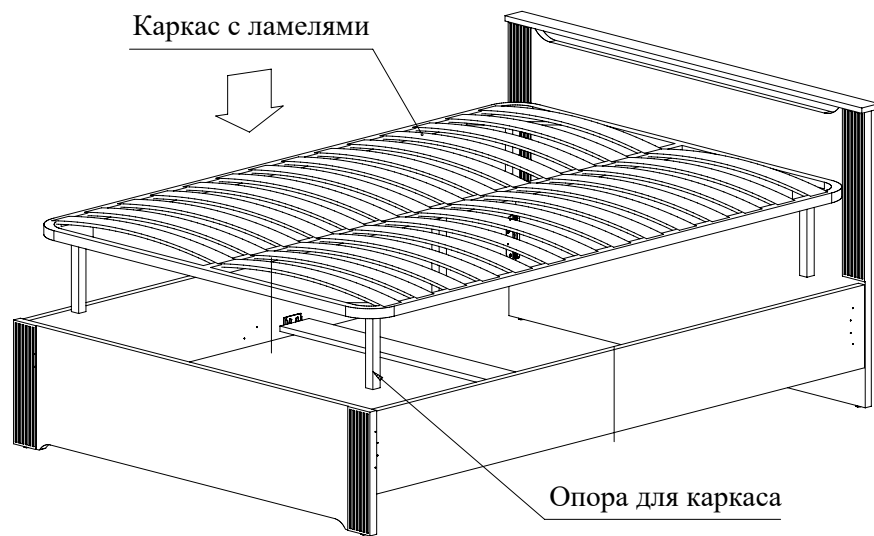

Рис.11
11. Прикрутите опоры для каркаса к каркасу и установите его в корпус кровати. (Рис. 11).